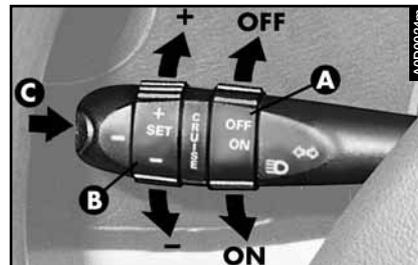

fig. 78
### COMMANDES (fig. 78)
*En cas de fonctionnement défectueux du dispositif ou de non-fonctionnement, déplacer l'interrupteur (A-fig. 78) sur la position OFF et s'adresser à un Service Agréé Alfa Romeo après avoir vérifié le bon état des fusibles de protection.*
*L'interrupteur (A-fig. 78) peut rester constamment sur la position ON sans endommager le dispositif. Il est recommandé, toutefois, de désactiver le dispositif lorsqu'il n'est pas utilisé, en déplaçant l'interrupteur (A) sur la position OFF pour éviter des mémorisations accidentelles de vitesse.*